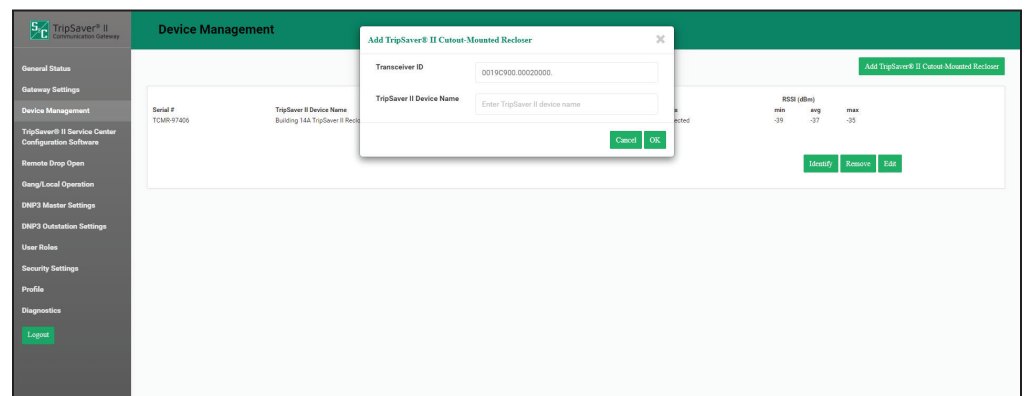

Figura 7. Tela Gerenciamento do Dispositivo.
- PASSO 3.** Vá para a tela *Device Management* (Gerenciamento do Dispositivo). Ver Figura 7.